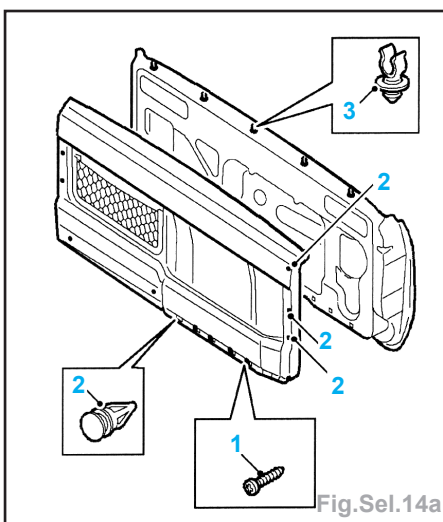

Fig.Sel.14a
- déposer les 4 vis (1) maintenant le bas de la garniture sur la porte (Fig.Sel.14a),
- déposer les 8 attaches (2) maintenant les flancs et le bas de la garniture,
- déposer les 5 attaches (3) maintenant le sommet de la garniture et la déposer.